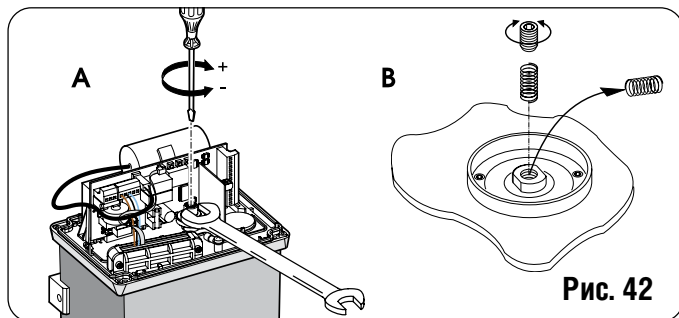

Рис. 42
2) Застопорить вал двигателя гаечным ключом и повернуть регулировочный винт универсальным гаечным ключ или отверткой, как показано на рис. 42 пункт А.
В более тяжелых воротах применяются другие поставляемые пружины. Для замены пружины см. Рис. 42 пункт В.